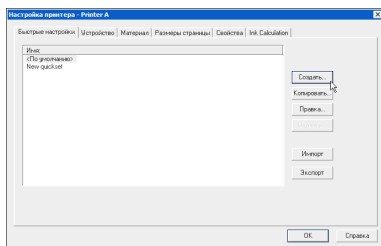

Рис. 14. Создание набора быстрых настроек
2. Перейдите на вкладку **Быстрые настройки**, а затем щелкните **Создать** (см. рис. 14). Откроется диалоговое окно «Редактирование быстрых настроек».